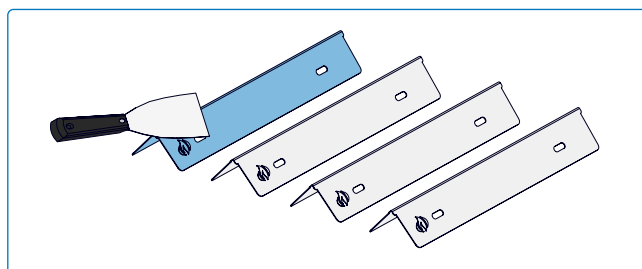

Fig. 22
5. Retire las placas de sellado y limpie los residuos de los quemadores usando un cepillo de alambre (**Fig 22**).